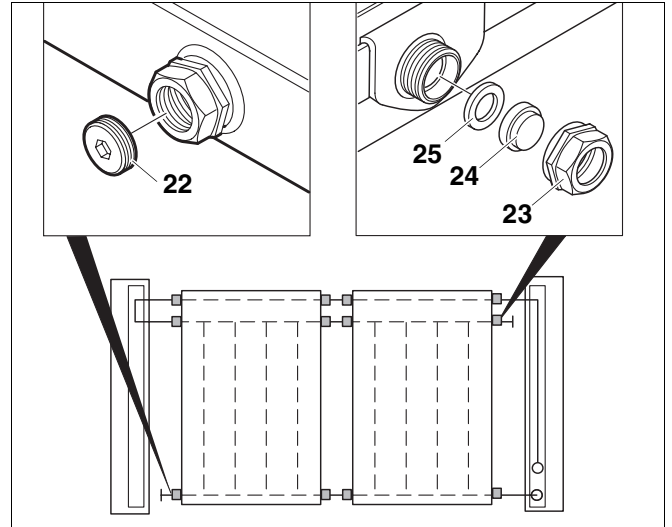

Abb. 47 Blindstopfen montieren
- Die nicht benötigten Anschlüsse der äußeren Kollektoren mit Blindstopfen (22) bzw. Verschlussstück (24), Überwurfmutter (23) und Dichtung (25) verschließen (siehe Abb. 47).